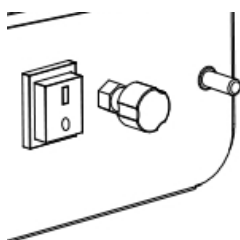

Figura 3
- Ajuste la llama y la potencia girando el mando de control en el sentido contrario a las agujas del reloj para aumentar el nivel o en el sentido de las agujas del reloj para disminuirlo (figura 3).